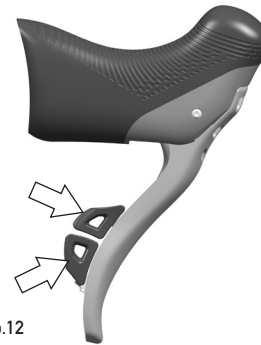

Abb.12
- Wird Druck auf den unteren Hebel ausgeübt, schaltet das Schaltwerk hinunter (Abb.12).
- Wird Druck auf den oberen Hebel ausgeübt, schaltet das Schaltwerk hinauf (Abb.12).